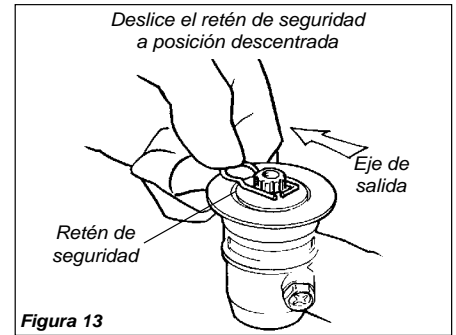

Figura 13
2. Deslice el reten de seguridad fuera del centro. Consulte la figura 13.